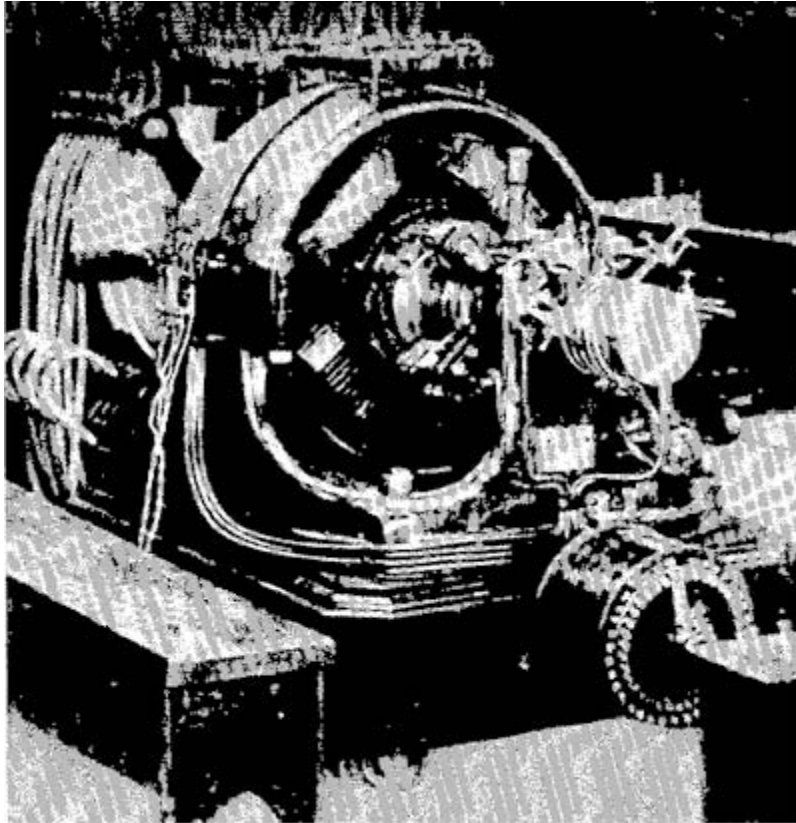

Figura 39.
La figura 39 muestra una máquina de cuatro fases que me fue suministrada por Westinghouse Electric Company cerca de 1895. Mi laboratorio quemó en mayo, y yo urgí a mi amigo Sr. Albert Schmidt, que era el superintendente, a darme ese alternador tan pronto como fuera posible. El trabajó día y noche, hasta que lo consiguió, hizo un trabajo muy bueno puesto que la máquina fue proyectada para 30 caballos y yo la hice funcionar a 150.
**Tesla.-** Esta dinamo (Fig. 39) es una máquina de dos fases, o sea desarrolla corrientes de dos fases. También hay cuatro transformadores. Usted los puede ver aquí (Parte baja izquierda de la figura 39) eso da la energía primaria. De esas dos fases yo extraigo cuatro, lo que incluye algo que mencioné anteriormente, un montaje que me permite obtener de esas corrientes alternas otras corrientes continuas no amortiguadas, absolutamente no amortiguadas, oscilaciones isócronas de cualquier período que yo desee.